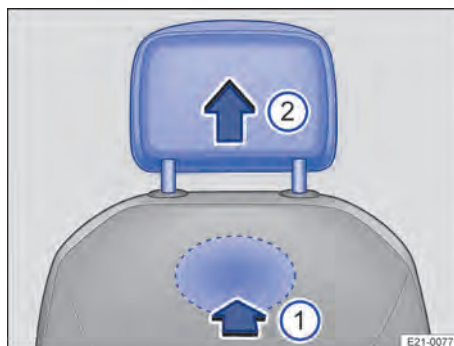

Abb. 77 An der Rückseite der Vordersitze: Kopfstütze ausbauen.
2. Zum Entriegeln der Kopfstütze die Vertiefung an der Rückseite der Sitzlehne im gekennzeichneten Bereich ertasten und in Pfeilrichtung mit dem Finger hineindrücken → Abb. 77 ①.
3. Bei Sitzen mit Ablage in der Sitzlehne muss mithilfe eines länglichen Gegenstands durch das vorhandene Loch im oberen Bereich unter dem Gummiband der Ablage gedrückt werden → ①.
4. Kopfstütze in Pfeilrichtung ganz herausziehen → Abb. 77 ②.